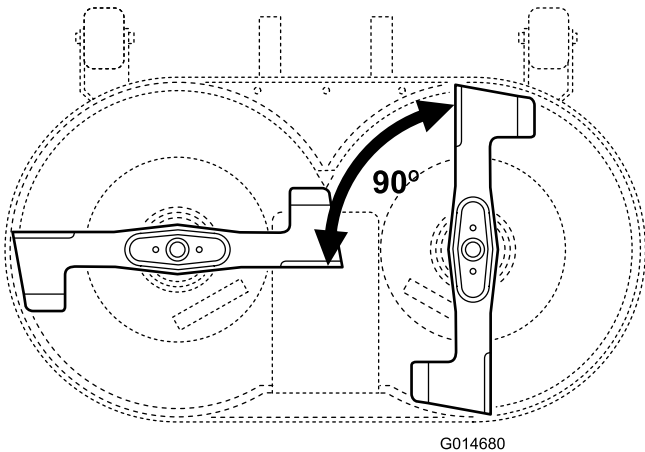

図 42
2. 各ブレードが互いに90度の角度になるように取り付け 図 42。